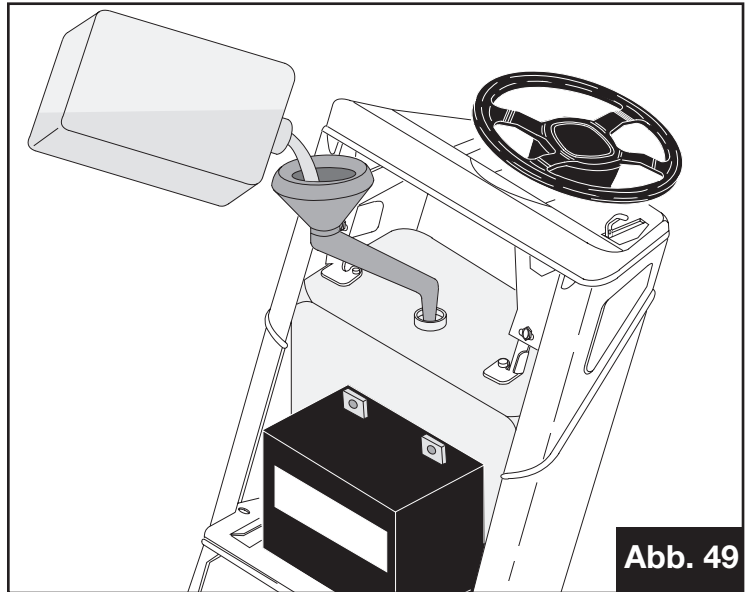

Abb. 49
- ✓ Es ist noch Kraftstoff im Tank. Zum Tanken, siehe Abb. 49.